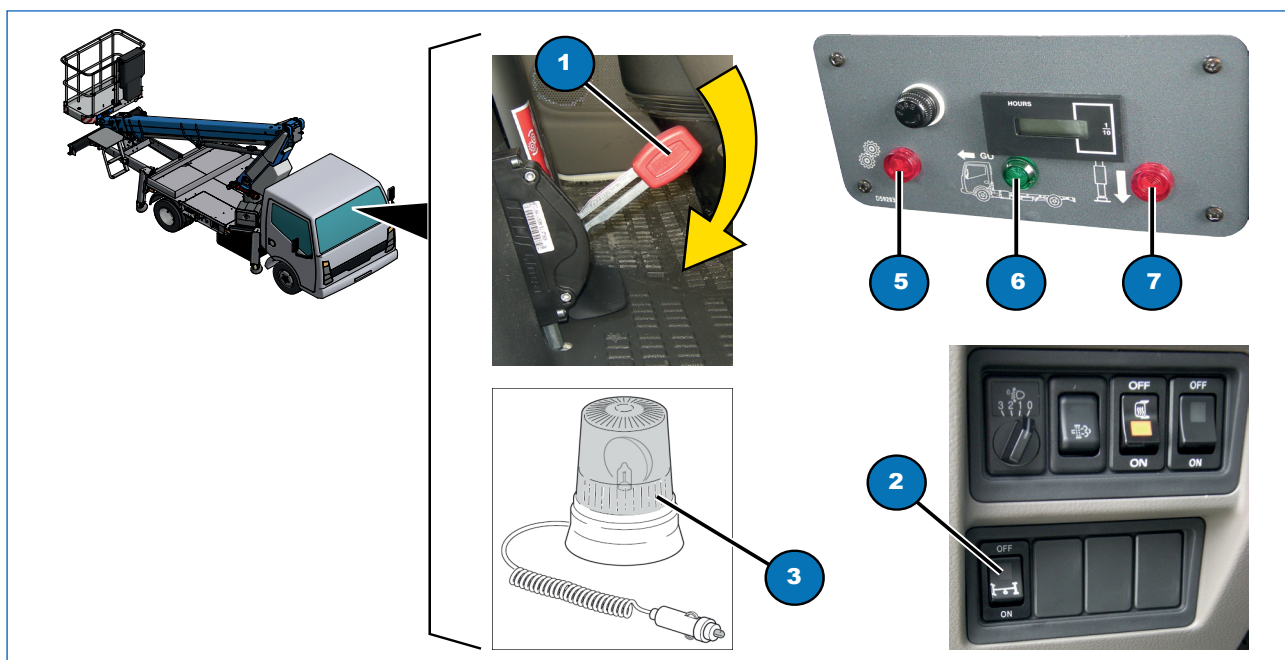

Fig. 6.1
**Procédure (Fig. 6.1):**
- en cas d'activation mécanique, actionner le levier de commande (1), situé entre les sièges, en position « EMBRAYAGE » ; en cas d'activation électrique, appuyer sur le bouton (2) du tableau de commande qui active la PTO ;
- le voyant prise de force (5) et un avertisseur sonore s'allument et le compteur d'heures s'active.
- Positionner le gyrophare magnétique (3) sur le toit de la machine et l'activer en branchant le connecteur sur la prise allume cigare (EN OPTION).